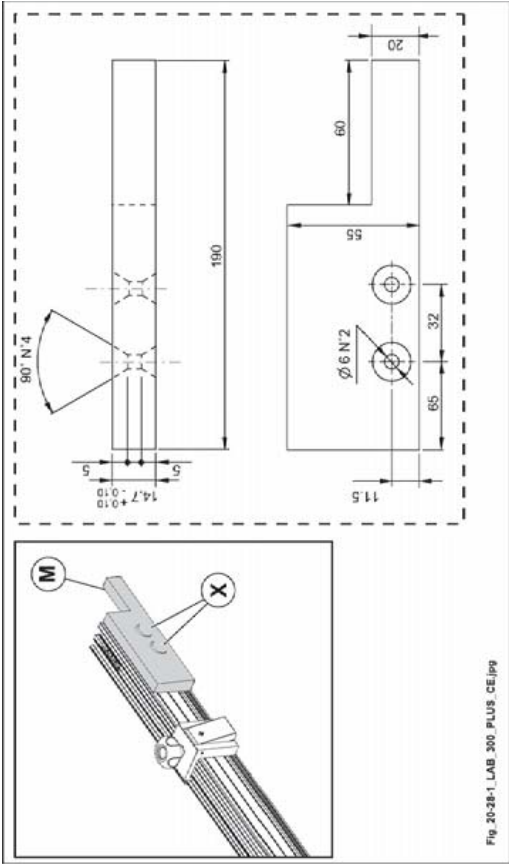

Abb. 20.28-1
Zur Ersetzung des Holzteils (M Abb. 20.28-1):
oder dieses Holzteil mit Buchenholz fertigen: siehe Abmessungen Abb. 20.28-1.
Zum Auswechseln des verschlissenen Splitterschutzes betätigen Sie die Schrauben (X, Abb. 20.28.1). Montieren Sie den neuen Splitterschutz und ziehen Sie die Schrauben (X) fest.